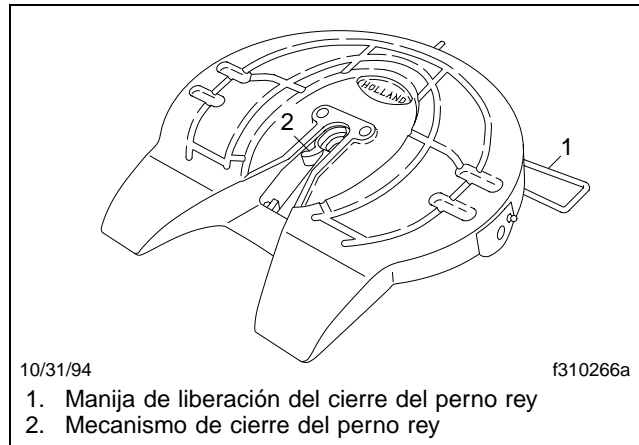

Figura 8.1, Quinta rueda Holland
Las quintas ruedas Holland serie 3500 y FW8 (**Figura 8.1**) están montadas con soportes al chasis del tractor en la posición que mejor distribuye la carga del remolque sobre los ejes del tractor.
6. Suelte el mecanismo de cierre del perno rey tirando de la manija de liberación del cierre del perno rey (**Figura 8.1**) a la posición exterior.